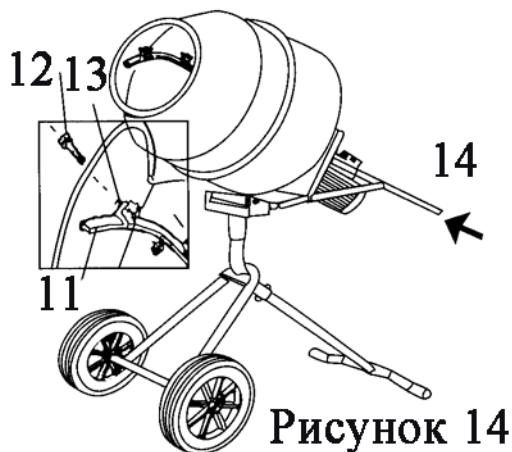

Рисунок 14
6. Закрепите лопасти (11) внутри барабана болтом (12) и гайкой (13). Установите ручку (14) на раму и зафиксируйте ее шплинтами (Рисунок 14).